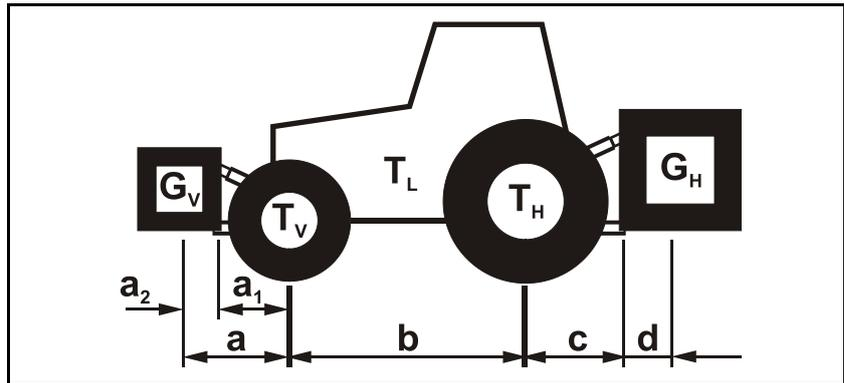

Fig. 51
3. Faites pivoter le bol de protection (Fig. 51/1) en position de montage.
4. Retirez le demi-tube de protection (Fig. 51/3).